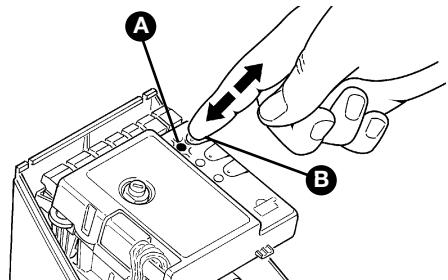

Figure 61
- 2 Presser la touche P1 (figure 61) sur la logique de commande un nombre de fois égal à la commande désirée, selon le tableau suivant: (ex. 3 fois pour la commande "Seulement Ouverture").